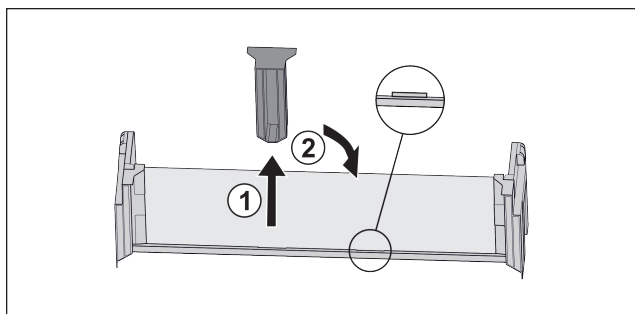

Fig. 103
- ▶ Træk den midterste holdedel ud Fig. 103 (1).
- ▶ Sæt den midterste holdedel i på den anden position Fig. 103 (2).